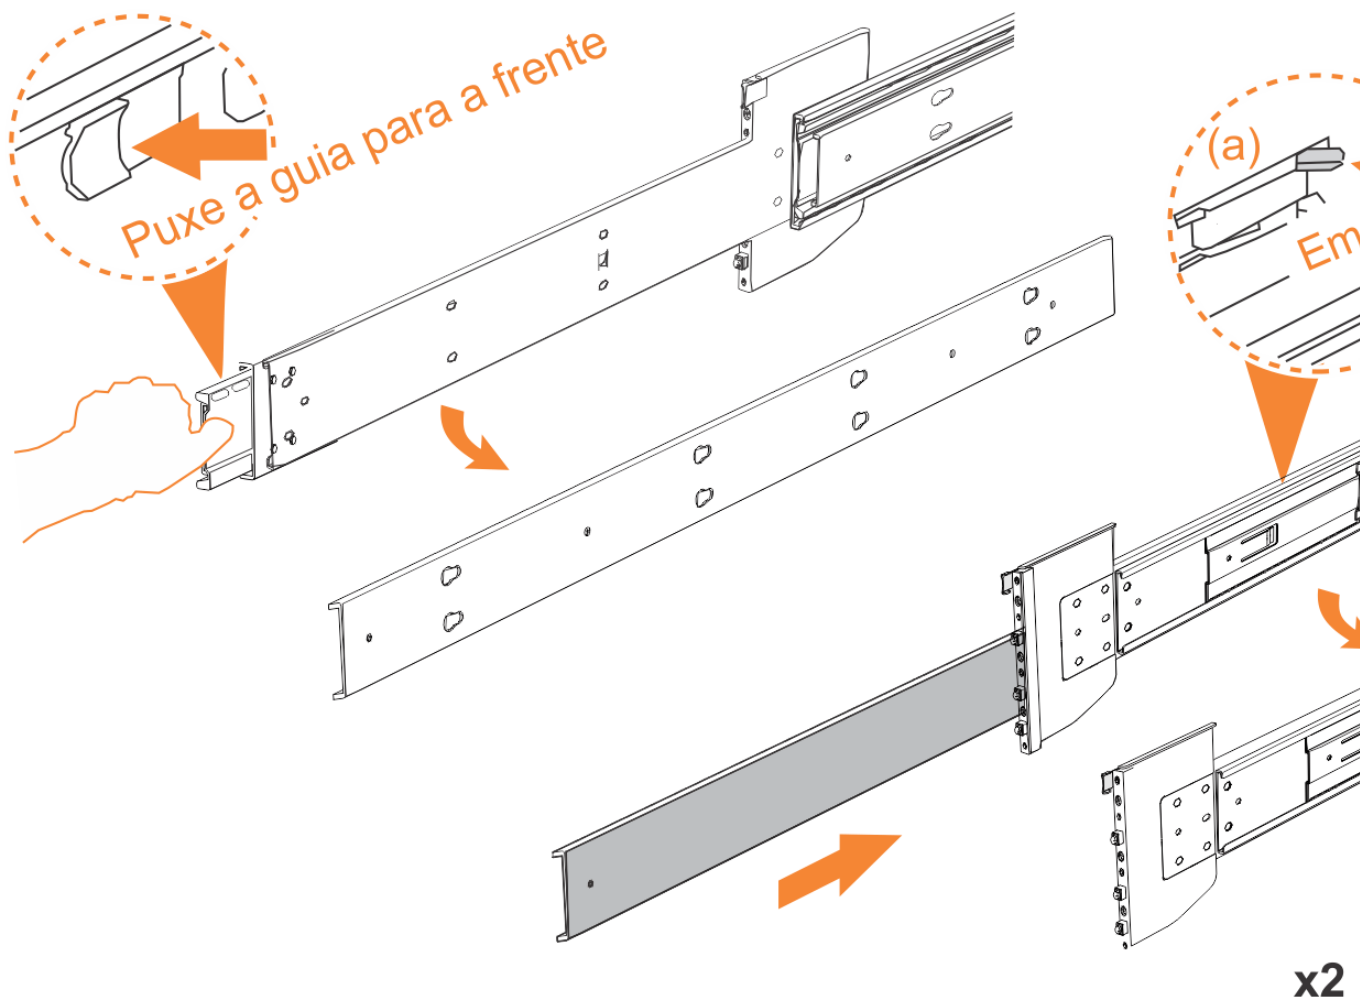

Figura 55. Removendo a seção interna do trilho
3. Remova o membro interno do trilho. Empurre a guia (a) e deslize de volta o membro do trilho do meio, conforme mostrado em Figura 55 na página 57.